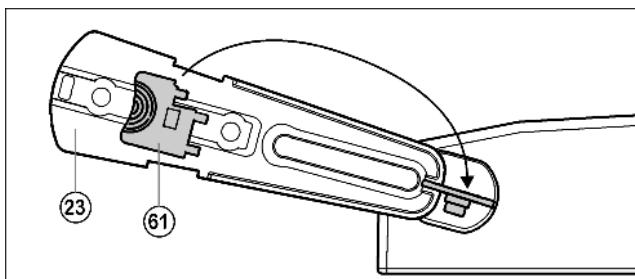

Fig. 21
- ▶ Отсоедините входящий в объем поставки шаблон Fig. 21 (61) от опорного кронштейна и заблокируйте им опорный кронштейн Fig. 21 (23) и втулку по повороту.